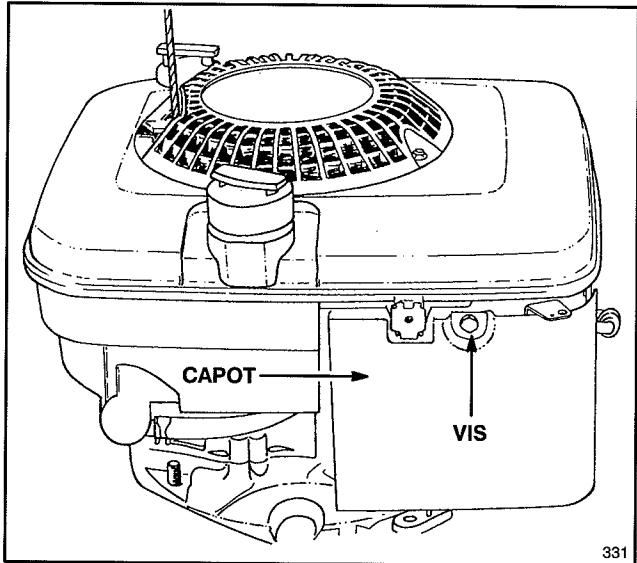

Figure 10
2. Retirer la vis du fixation su filtre à air sur le moteur (Fig. 10). Soulever le couvercle du filtre à air et le nettoyer soigneusement.